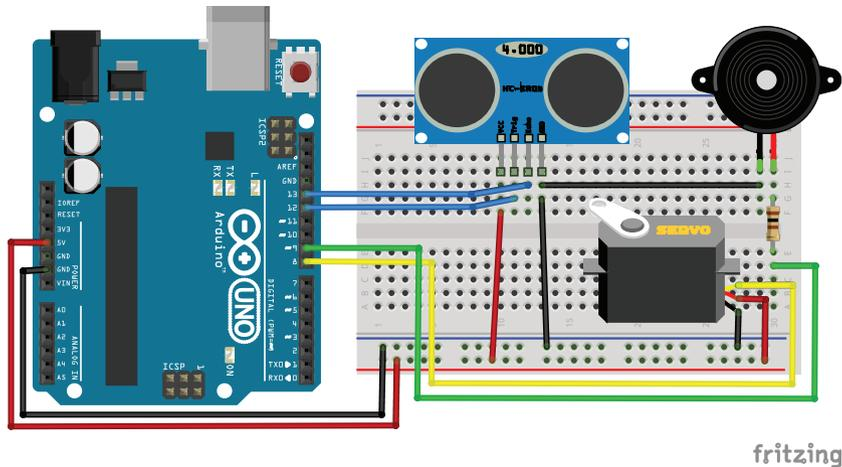

Рис. 23.2. Схема соединения элементов для звуковой сигнализации
В нашем эксперименте мы создадим звуковую сигнализацию, которая будет включаться при приближении к плате Arduino на расстояние меньше 1 м. Датчик размещен на вращающемся кронштейне, прикрепленном к сервоприводу и контролирует пространство с углом обзора 180° . Если датчик обнаруживает объект в радиусе 1 м, подается звуковой сигнал на пьезоизлучатель, вращение сервопривода прекращается. Схема соединения элементов представлена на рис. 23.2.
2. Подключаем датчик HC-SR04, пьезозуммер и сервопривод к плате Arduino по схеме на рис. 23.2.